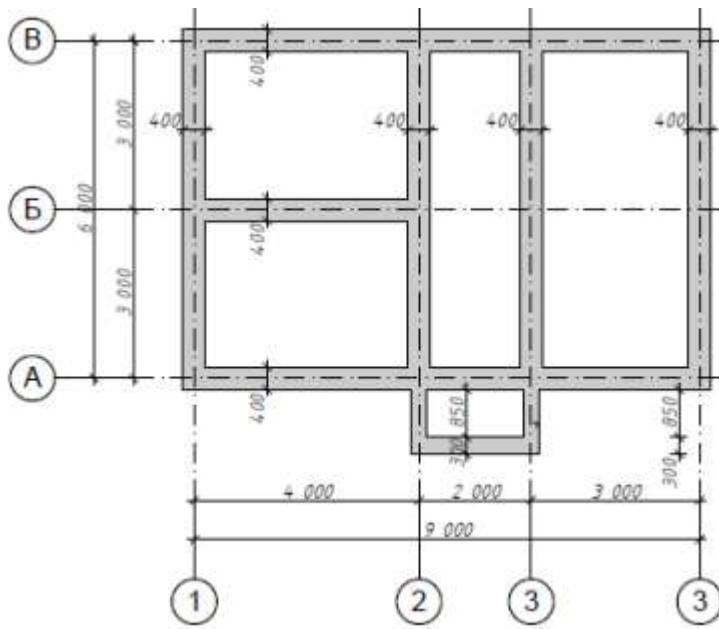
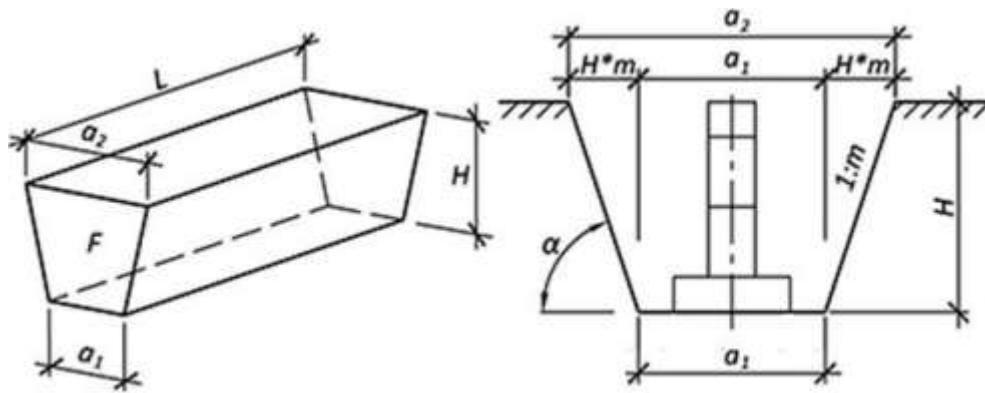

Рисунок 1 – Сведения об объекте строительства
Рисунок 2 – Схема характеристики траншеи
Сведения об объекте строительства, см. рис.1: Здание кирпичное жилое без подвала. Фундамент ленточный сборный железобетонный. Полы первого этажа устраиваются по грунту. Температура расчетной среднесуточной температуры помещения, примыкающего к наружным фундаментам, составляет 16 0 С. Строительство осуществляется в г. Нижний Новгород. Грунт – суглинок.
1. На основании нижеприведенного чертежа, см. рис.1 и характеристики траншеи, см. рис.2 определить объем водоотлива и объем разработки сухого и мокрого грунта.
2. Уровень стояния грунтовых вод в траншее находится на отметке 2,6 м от верха траншеи. Грунт суглинок. Характеристики траншеи: ширина траншеи по дну (a1) - 1,5 м; глубина траншеи (H) – 3,5 м, протяженность траншеи (L) – 50 м.